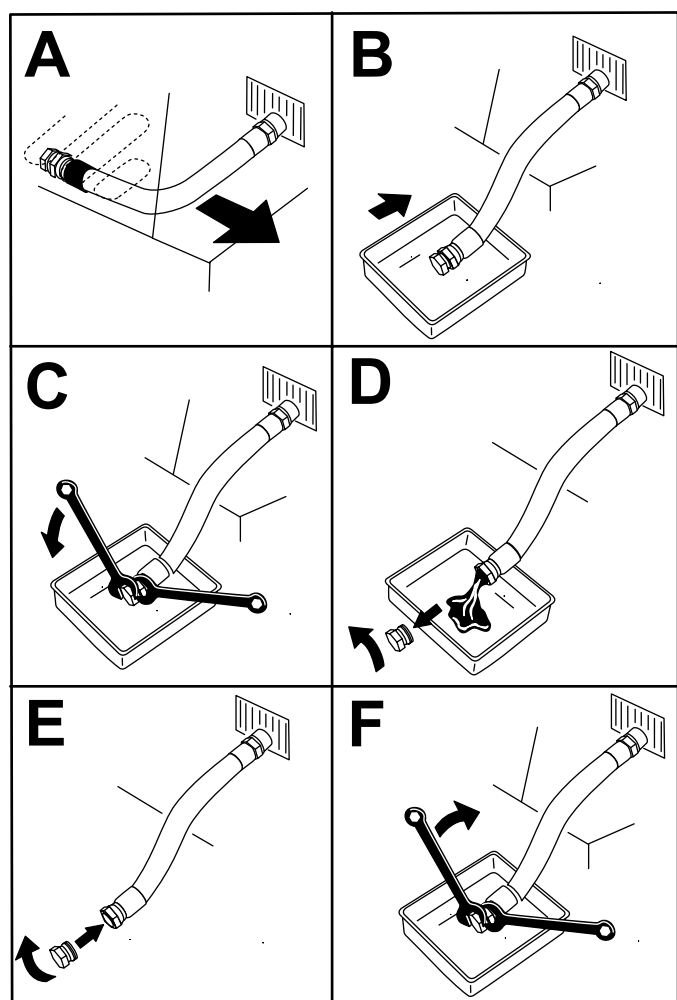

Figura 35
4. Drene el aceite del motor (Figura 35).